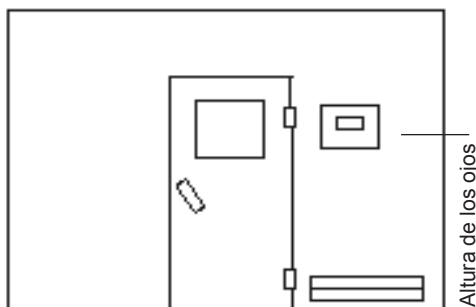

Fig. 3
1. Los orificios Ø 3 mm para los tornillos de madera suministrados 4 x 20 mm se colocan siguiendo las dimensiones indicadas en la fig. 3 + 3.1.